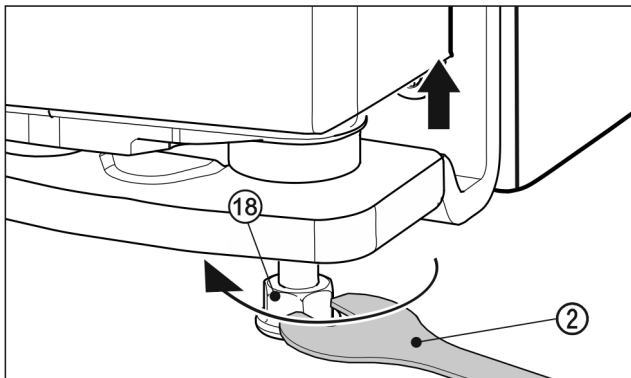

Fig. 26
- ▶ Për ta ngritur derën, lironi këmbën me rregullim Fig. 26 (18) duke e rrotulluar djathtas me anë të çelësit pirun Fig. 26 (2) të ofruar derisa të prekë dyshemenë. Pas kësaj rrotullojeni derisa dera të zhvendoset në lartësinë e duhur. Në gjendjen e dërgimit, bulonat janë plotësisht të mbledhur.